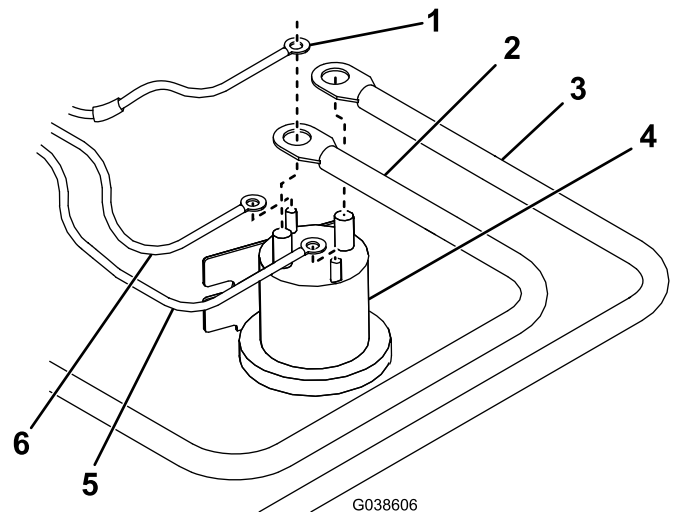

Figura 1
1. Conecte el cable blanco/negro del arnés de cables al borne pequeño del solenoide de la bomba (Figura 1).
2. Conecte el cable marrón del arnés de cables al otro borne pequeño del solenoide de la bomba (Figura 1).
4. Conecte el cable rojo de corriente/masa al borne grande del solenoide de la bomba (Figura 1).
5. Conecte el cable alargador largo de la batería al otro borne grande del solenoide de la bomba (Figura 1).
11. Conecte el cable rojo con fusible al mismo borne del solenoide de la bomba que el cable alargador de la batería (Figura 1).